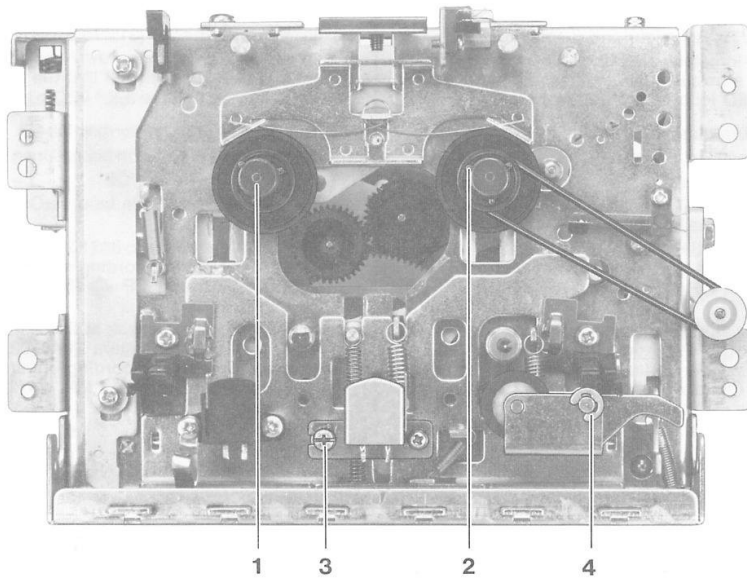

Fig. 5
- Sicherungsscheibe 4, Fig. 5, entfernen und Andruckrolleneinheit abziehen.
- Kunststoffkappen 1, 2, Fig. 5 abhebeln und Wickelteller abziehen.
b) Remove retainer washer 4, Fig. 5 and withdraw the rubber pinch roller.
a) Disassemble the unit in acc. with item 1 and 2.
b) Slowly lift the plastic caps 1, 2, Fig. 5 and withdraw the spindles.
- b) Mit der Justierschraube 3, Fig. 5, die Ausgangspegel beider Kanäle auf Maximum einstellen.
- b) Adjust the output levels of both channels to maximum by means of the adjustment screw 3, Fig. 5.